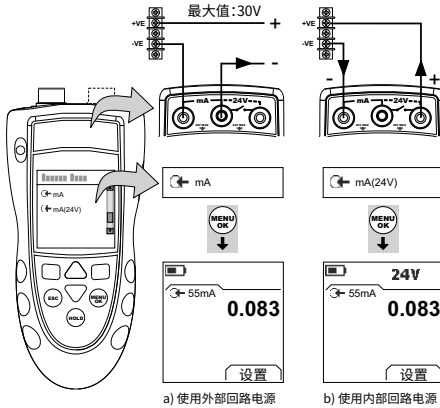

图 7：配置示例 — 电流测量
1. 连接仪表（图 7），如果有必要，调整 Set Up（设定）（表 1）。
- 仅限于 DPI802/802P。将该仪表与校准设备进行连接（图 7）。